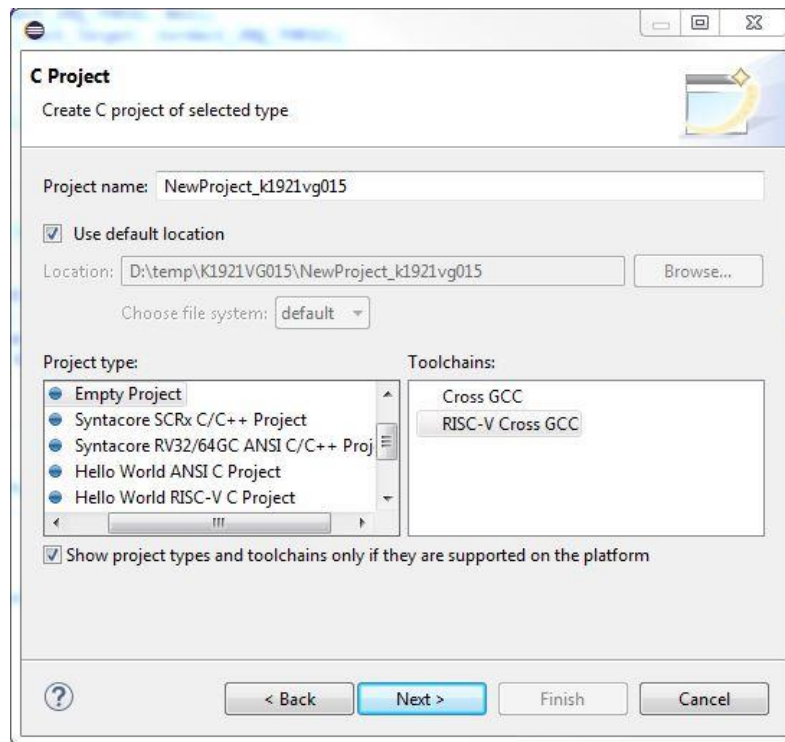

Рисунок 3.20 – Выбор Toolchains для нового проекта
1. Создать новый проект, используя набор инструментов RISC-V Cross GCC (см. рисунок 3.20).